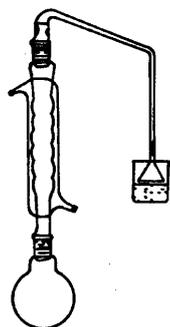

图 4-1 带气体吸收的回流装置图
制备 1-溴丁烷的实验装置如图 4-1~4-2 所示。
3. 安装带气体吸收的回流装置如图 4-1，取一温度计套管及一长颈玻璃漏斗，用橡皮管将温度计套管及长颈玻璃漏斗相连，温度计套管装在球形冷凝管上口，长颈玻璃漏斗倒置在一盛有水的烧杯上，使漏斗口接近水面但不要没入水中，以防水的倒吸。从冷凝管上口分四次加入配制好的稀硫酸，每次加入稀硫酸后均须摇动反应瓶。